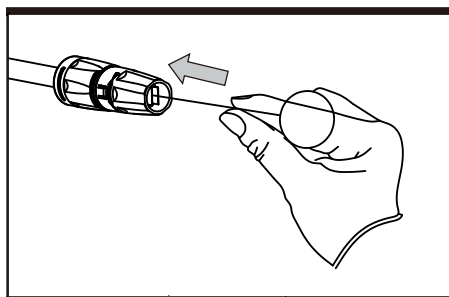

Рис. L4
2. Прочистите распылитель с помощью комплектной иглы (см. рис. L4).